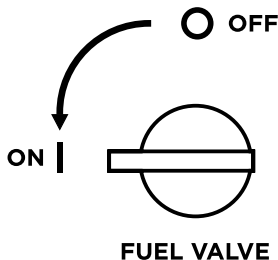

Figure 7 - Coupure de carburant - ON
6. Ajouter lentement de l'essence dans le réservoir de carburant. Faire très attention à ne pas trop remplir le réservoir. Le niveau d'essence ne doit pas dépasser le col de remplissage (voir Figure 7). Faire très attention à ne pas trop remplir le réservoir.
4. Placez le robinet d'arrêt du carburant en position ON (voir la figure 7 ci-dessous).